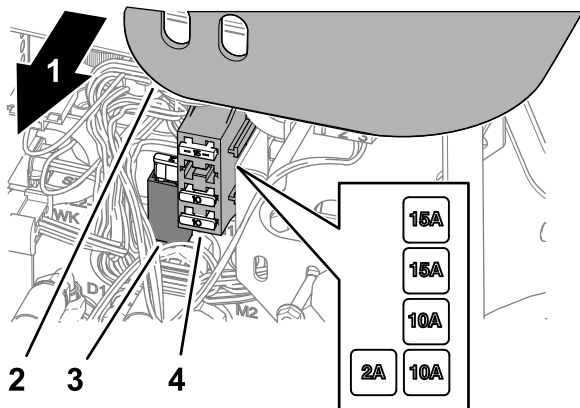

Рисунок 65
1. Поднимите крышку с рычага управления (Рисунок 65).
2. Найдите перегоревший предохранитель в держателе предохранителя или блоке предохранителей (Рисунок 65).
4. Установите крышку на рычаг управления (Рисунок 65).